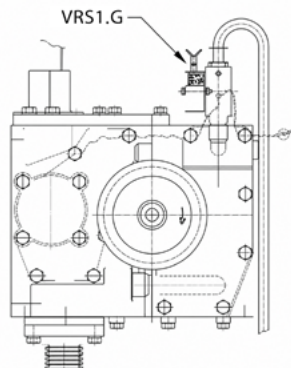

Figura 17 - Monoblocco di pompaggio FP-1001 con sensore di flusso d'aria VRS1.G
La calibrazione meccanica del contatore (1) viene eseguita solo sui contatori a pistone del tipo FM-1007, direttamente sul contatore ruotando la rotella di calibrazione A (vedi Figura 17) con la quale è possibile regolare meccanicamente il volume ciclico del contatore. Se il contatore è regolato con precisione, un giro dell’albero del contatore corrisponde esattamente a 0,5 L di carburante erogato e a 50 impulsi che vengono inviati al calcolatore dal generatore di impulsi (pulser) collegato all’albero del contatore. Ruotando la rotella di calibrazione in senso orario o antiorario, è possibile correggere la precisione del contatore entro un intervallo di +/-1,3 % con incrementi corrispondenti a una variazione di 0,04 %.